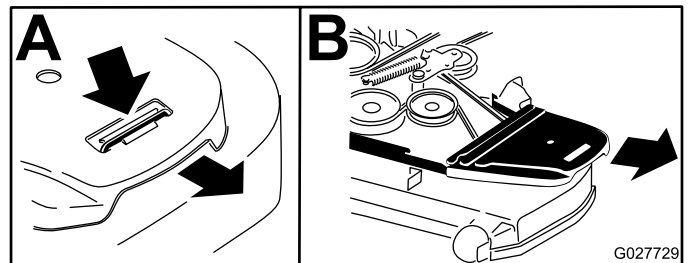

Figura 83
6. Retire as coberturas da correia (Figura 83).